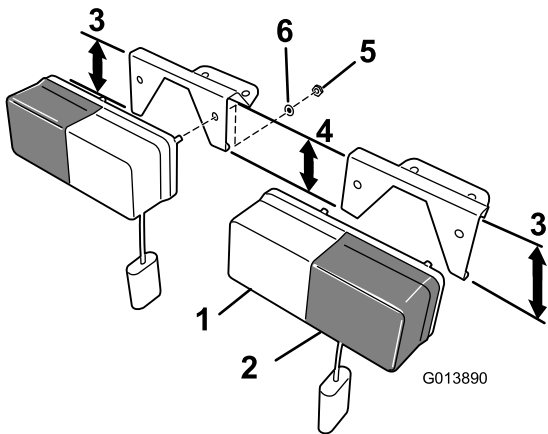

Figura 12
2. Localize os suportes das luzes de sinalização esquerda e direita. Os suportes são distinguíveis pelo ângulo da placa e perna de apoio maior que fica sempre no exterior (Figura 12).
3. Faça corresponder cada luz de sinalização com o suporte correspondente de forma a que a lâmpada âmbar (sinalização) seja sempre exterior (Figura 12).